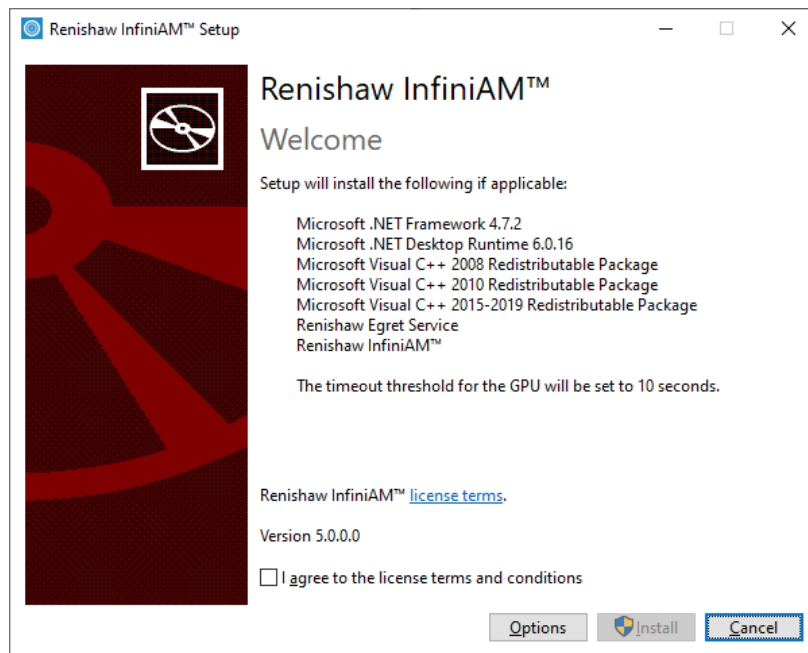

Abbildung 50 InfiniAM Software Installer
1. Führen Sie die Datei **Renishaw InfiniAM Setup.exe** aus. Aktivieren Sie das Kästchen **I agree** (Ich stimme zu). Beachten Sie die Liste der Komponenten, die installiert werden sollten. Wenn diese nicht bereits auf dem PC vorhanden sind, werden ihre Installationsprogramme im Rahmen des Installationsvorgangs ausgeführt (siehe Abbildung 50).
2. Um Desktop-Verknüpfungen zu erstellen, klicken Sie auf **Options** (Optionen) (siehe Abbildung 50) und aktivieren Sie die entsprechenden Kontrollkästchen.